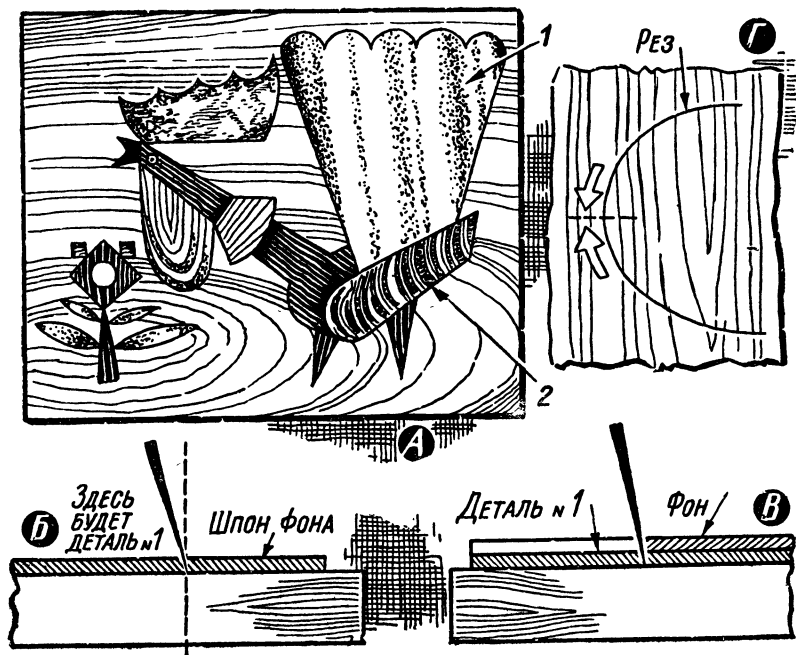

Рис. 53. Маркетри (основной вариант): А — рисунок в цвете; Б — прием резания шпона; В — вырезание детали 1; Г — резание шпона.
Подбирают из подходящего по цвету шпона фон будущей картины. Он может быть из одного куска и из нескольких разных по текстуре кусков шпона. Фон должен соответствовать замыслу картины, которую надо заранее нарисовать на бумаге в цвете (рис. 53, А).
В шпоне фона вырезают или выпиливают лобзиком отверстие для детали 1. Причем нож или пила должны идти с таким наклоном, как это показано на *рис. 53, Б*. Наклон должен обеспечить склеивание деталей картины так, чтобы шов был минимально тонким.
Под образовавшееся в фоне отверстие подкладывают кусок шпона необходимой текстуры и вырезают деталь 1 (*рис. 53, В*). Готовую деталь 1 вставляют с лицевой стороны фона и обклеивают по всей линии разреза бумажной лентой.
- режут детали и фон так, чтобы лезвие ножа пересекало слои шпона под малыми углами вдоль них (*рис. 53, Г*);